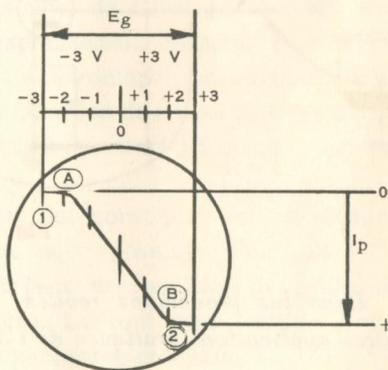

Fig. 4.
Quand la grille est positive (1) le point est à droite et à gauche (2) quand elle est négative. Quand la grille est positive (1) le courant de plaque augmente mais le voltage E_p diminue (voir en B) par conséquent une augmentation de courant de plaque sera indiquée par un mouvement du point vers le bas. On obtient sur la face de l'écran un dessin comme à la figure 4.
Voici comment on peut interpréter le graphique obtenu sur l'écran de l'oscilloscope (figure 4). Lorsque le voltage